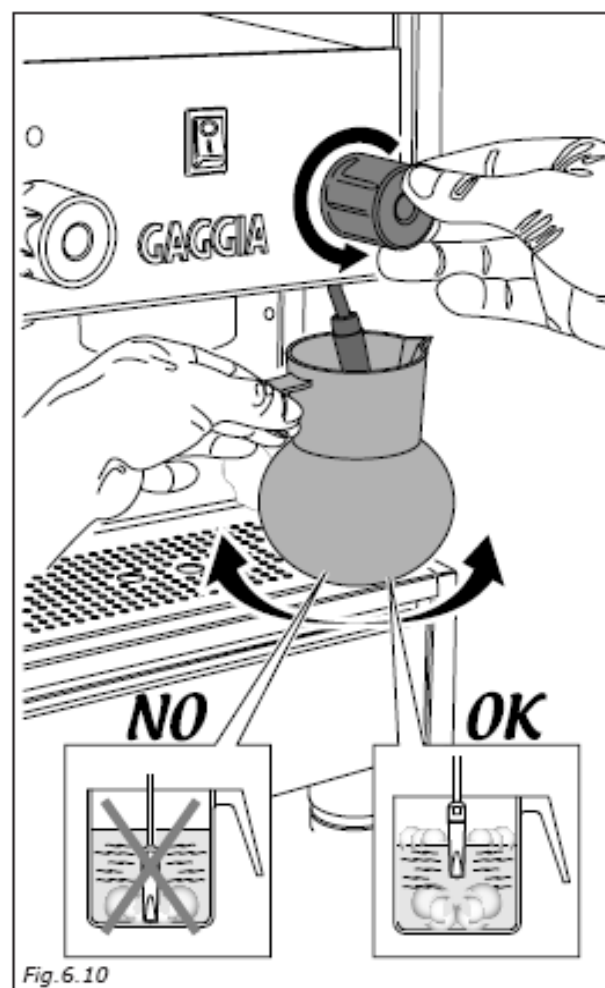

Fig. 6.10
- Eine Kanne bis zur Hälfte mit kalter Milch füllen und unter die Dampfdüse halten (Abb.6.10).
- Für die Dampfausgabe den Hahn (Abb.6.10) gegen den Uhrzeigersinn drehen.